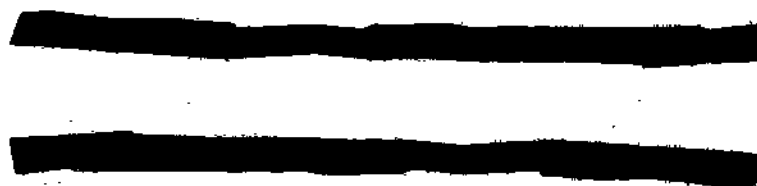

Рисунок 3 – Ремни для фиксации колен на липучках
4.1.4 Коленоупоры предназначены для фиксации колен с помощью двух ремней на липучках, см. Рисунок 3.